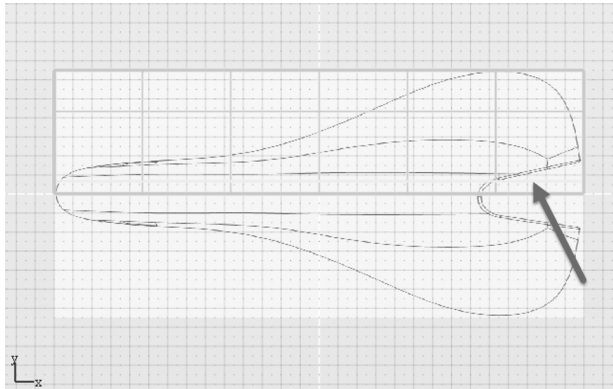

图 7-59 将链选边向 Y 轴负方向平移 15mm
5) 按快捷键〈W〉激活“平移”工具，在控制面板中，调整 Y 轴方向的平移值为“-15”，则该链选边线将向 Y 轴的负方向移动-15mm，如图 7-59 所示。